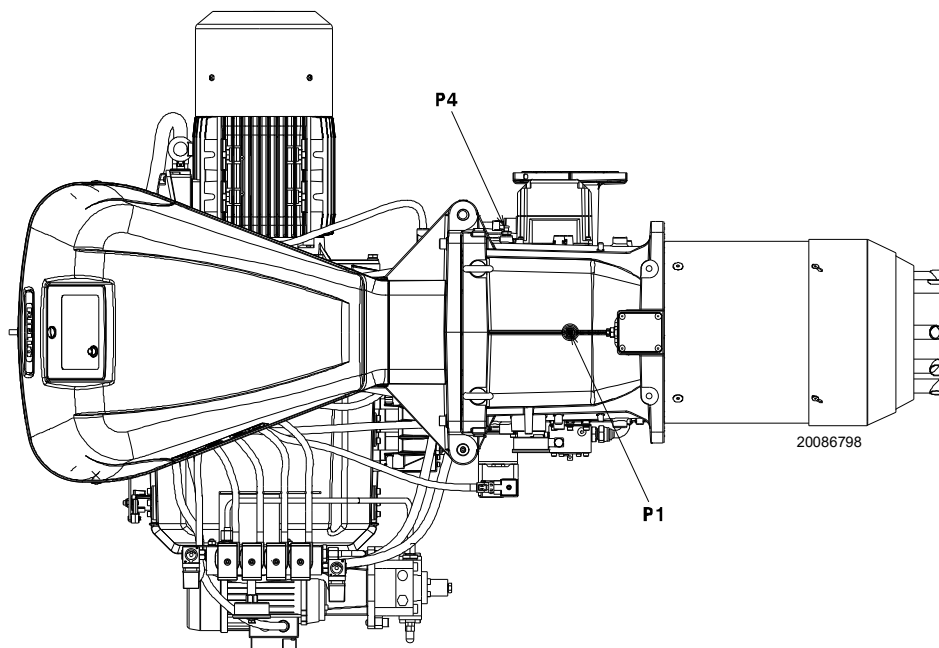

Fig. 28
Presión del gas medida en el conector hembra P1)(Fig. 28), con:
- sustraer de la presión del gas en el conector hembra P1)(Fig. 28) la presión en la cámara de combustión.
Presión del gas en el conector hembra P1)(Fig. 28)
En cambio para conocer la presión del gas que se necesita en el conector hembra P1)(Fig. 28), una vez fijada la potencia MÁX a la cual se desea que funcione el quemador:
- Leer a la derecha, columna 1, la presión en el conector hembra P1)(Fig. 28).
presión necesaria en el conector hembra P1)(Fig. 28).